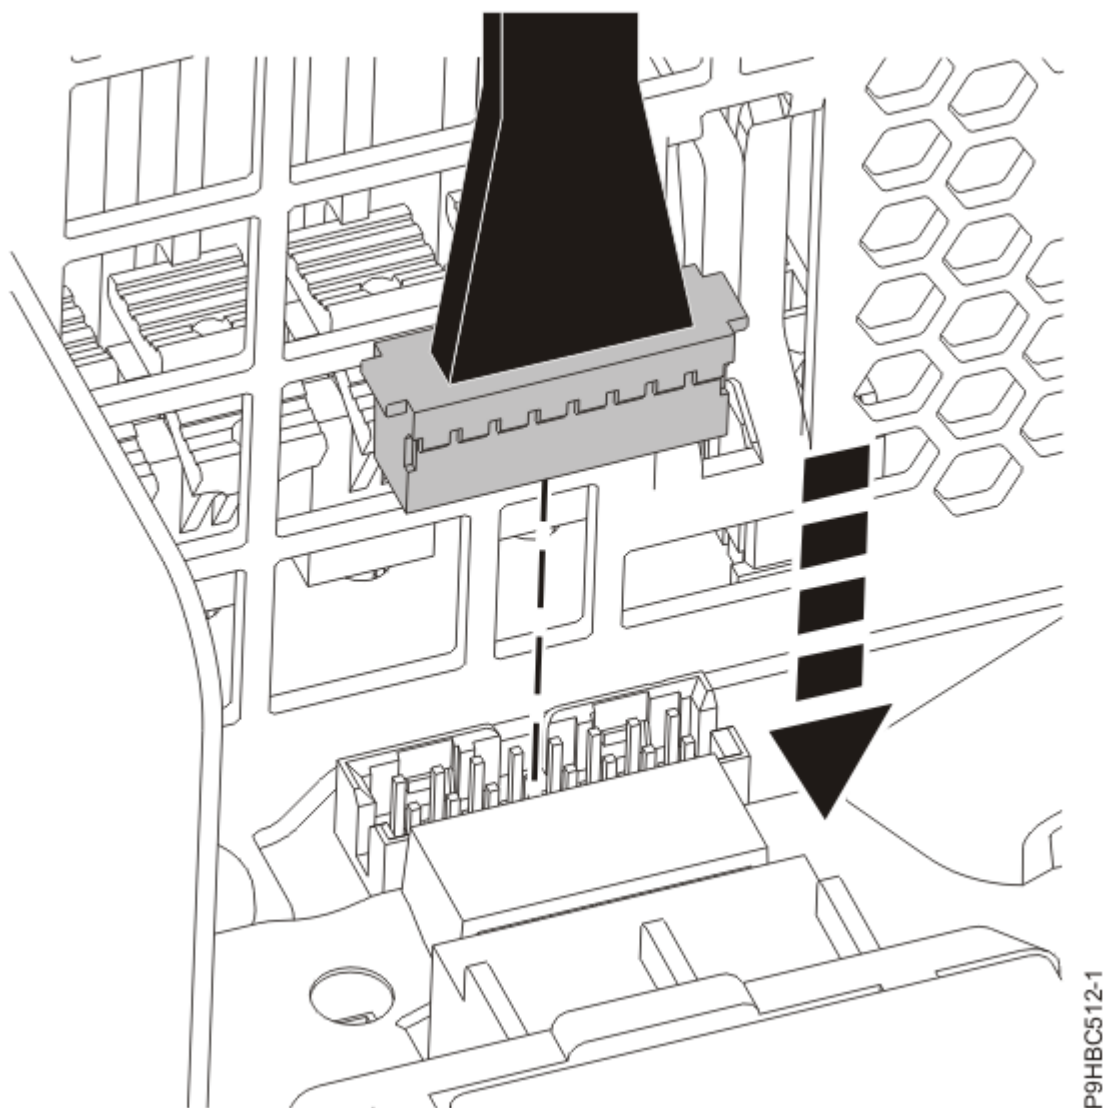

Figure 82. Connexion du câble du panneau de commande au fond de panier système pour un système monté en armoire
8. Connectez le câble du panneau de commande au fond de panier système, comme illustré à la Figure 82, à la page 87 ou la Figure 83, à la page 88.